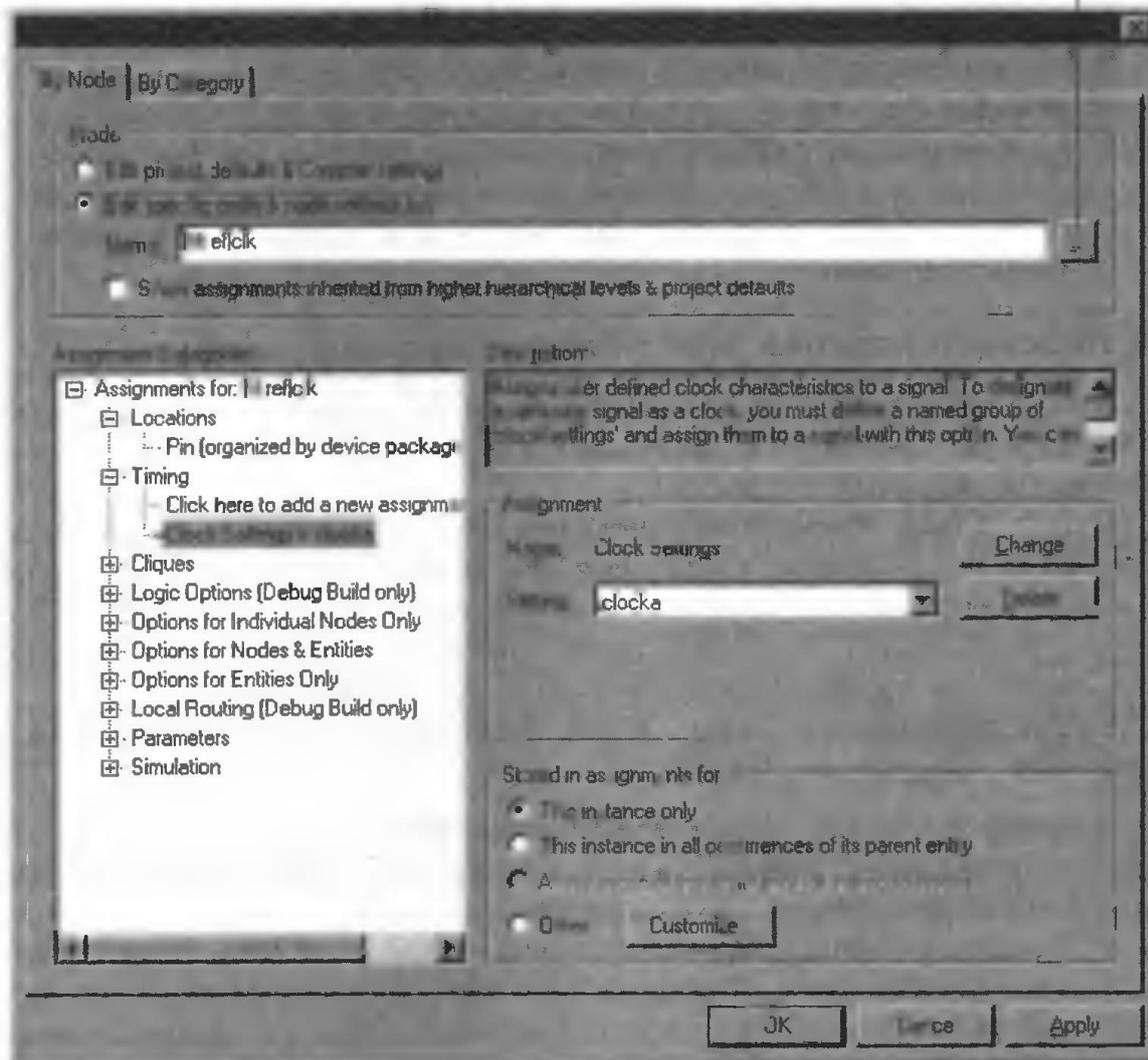

Рис. 3.59
11. Нажмите **Add:** (добавить) — новое назначение появится в списке **Assignment Categories** (рис. 3.59).